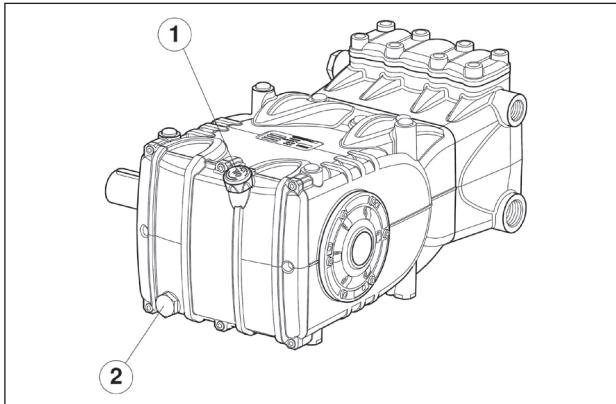

图1
机械部件的维修作业必须从泵壳中排油后再进行。排油时必须拆除：位置①的油位尺，接着拆除位置②，图1的塞子。